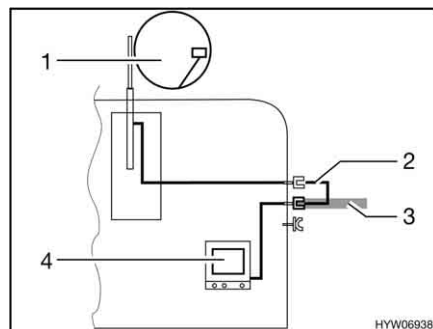

Fig. 134 TV nel veicolo
- TV nel veicolo (Fig. 134,4): Collegamento all'antenna del tetto (Fig. 134,1) con cavo di collegamento (Fig. 134,2)
- TV nel veicolo (Fig. 134,4): Collegamento a antenna esterna (Fig. 134,3)